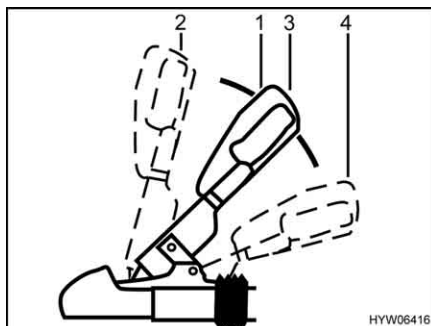

Fig. 2 Gancio di sicurezza WS 3000 D
- Tirare la maniglia del gancio (Fig. 2,1) verso l'alto in posizione "aperto" (Fig. 2,2). Il gancio di sicurezza è aperto.
- Applicare il gancio di sicurezza aperto sulla sfera del traino della motrice e rilasciare la maniglia del gancio. La maniglia ritorna automaticamente nella posizione iniziale (Fig. 2,3).
- Attivare il dispositivo di stabilizzazione. A tal fine, premere la maniglia del gancio dalla posizione chiusa (Fig. 2,3) verso il basso (Fig. 2,4) fino all'arresto.
Per spegnere il dispositivo di stabilizzazione, p. es. in caso di transito su ghiaccio o neve, tirare lentamente verso l'alto la maniglia del gancio (Fig. 2,1) fino alla posizione chiusa (Fig. 2,3).